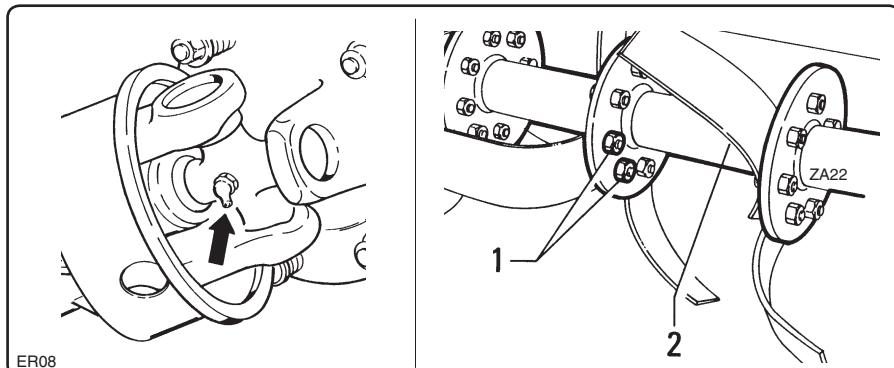

fig. 7.4.2
- Verificare l’integrità dell’albero cardanico ed ingassare le crociere (fig. 7.4.2).